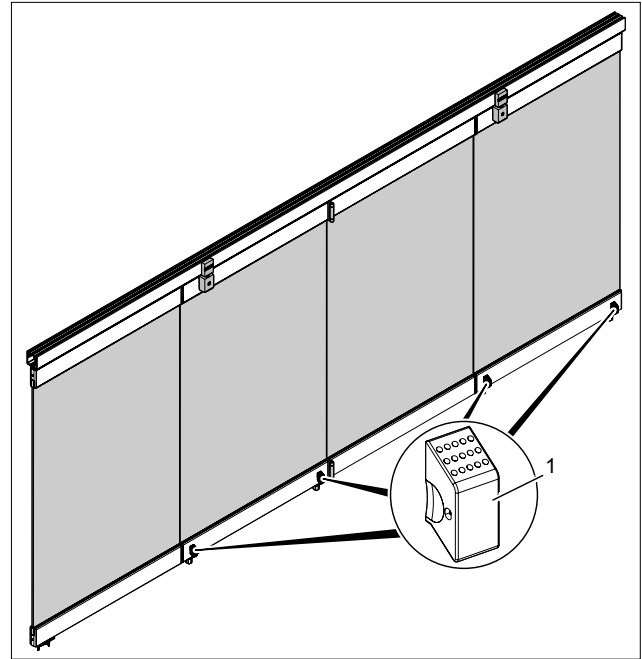

Abb. 26 Frontfeststeller prüfen
1. Frontfeststeller (Abb. 26/1) auf Leichtgängigkeit prüfen. Bei Bedarf wie nachfolgend beschrieben demontieren und reinigen.